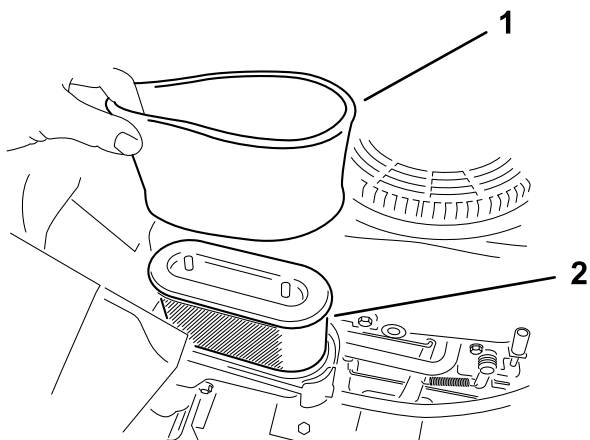

Figura 39
5. Cuidadosamente, retire os elementos de espuma e de papel da caixa do filtro de ar (Figura 39).
- Nota:** Se estiver muito sujo, substitua o elemento de papel (Figura 39).
1. Coloque o filtro de esponja no filtro de papel (Figura 39).